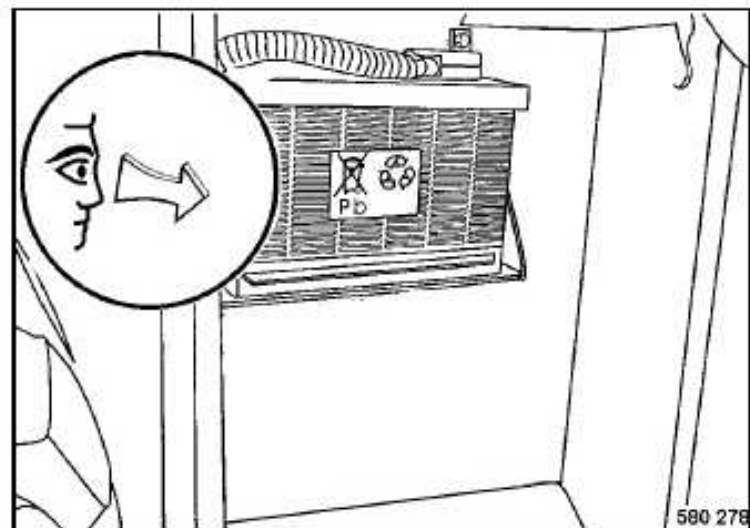

Fig. 111
- Desmontar la batería (Fig. 111) y limpiar el compartimento de la batería.